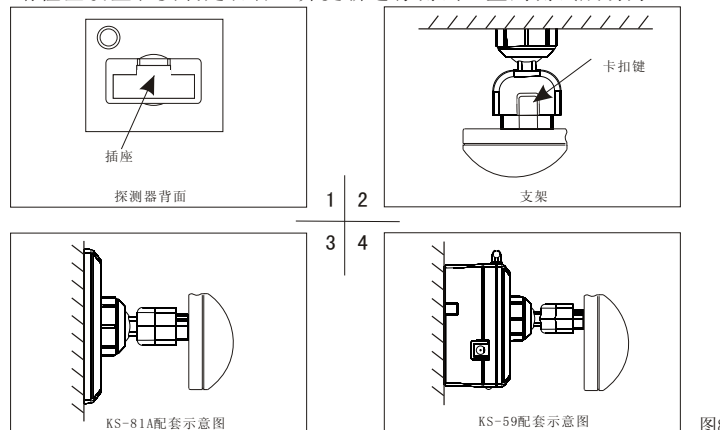

图8
2.3、探测器与KS-59/KS-81A安装、拆卸方法(如图8)：